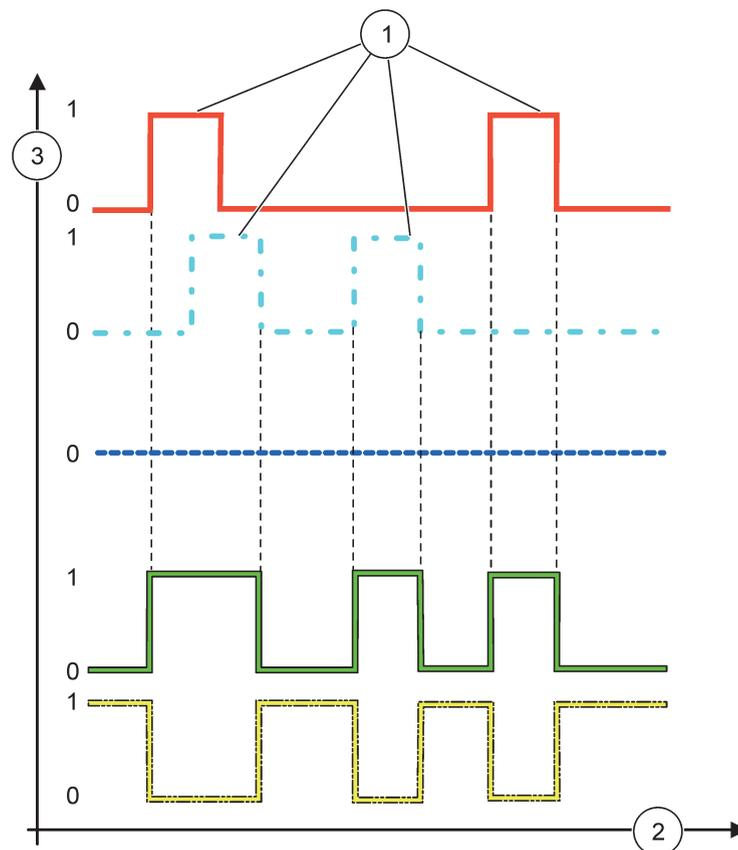

Figura 60 Comportamento do relé - modo Aviso (com Lista de Erro e Lista de avisos activadas)
Figura 60 mostra o comportamento do relé no modo de Aviso sob condições diferentes.
**Tabela 33 Código de cor/linha para Figura 60**